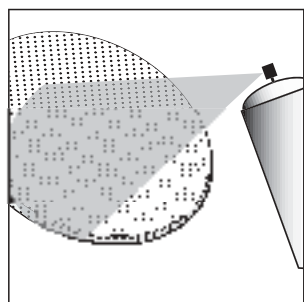

РИС. 9
4. После снятия решётки (осторожно зацепите её разогнутой скрепкой), нанесите на неё распылением два тонких слоя краски. Если Вы пользуетесь компрессором и форсункой-распылителем, настройте их для самого тонкого распыления. Постарайтесь не заполнять краской отверстия решётки (рис. 9).